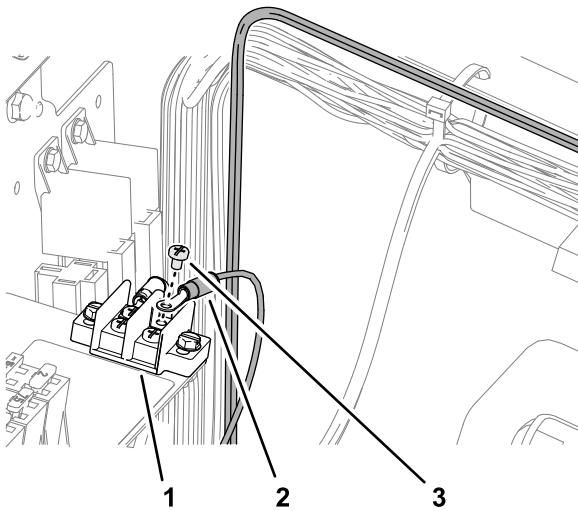

Bild 98
2. Entfernen Sie eine Klemmenschraube vom Erdungsblock (Bild 98).
3. Befestigen Sie den Ringkabelschuh des Kit-Kabelbaums mit der Beschriftung GROUND [Erdung] mit der Klemmenschraube am Erdungsblock (Bild 98).